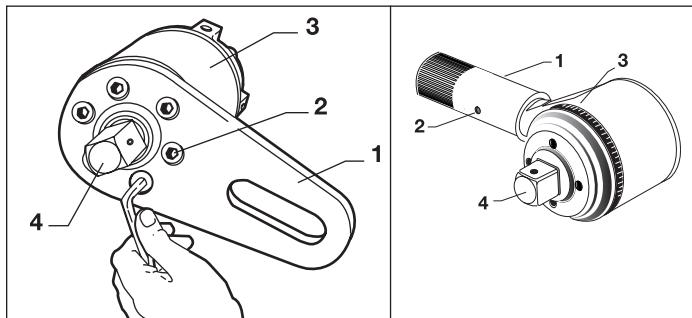

図1 - 反力プレートの交換
せん断防止出力スクエアドライブ(図1の品目4)は、最大出力を超えたときに、内部部品を保護します。この過負荷防止機能により、出力が定格最大出力の103~110%に達すると、ドライブ自体が破断します。トルクマルチプライヤーには、交換用ドライブが1個付属しています(E391、E392、E393、E492、E493、E494、E495の場合)。(追加の交換部品はEnerpacの販売代理店から購入してください。)
- 適切なサイズのスクエアドライブソケット(メス)をトルクマルチプライヤーの出力スクエアドライブ(図1、品目4)に取り付けます。操作の対象とする締結部品に対して、ソケットとトルクマルチプライヤーを位置決めします。